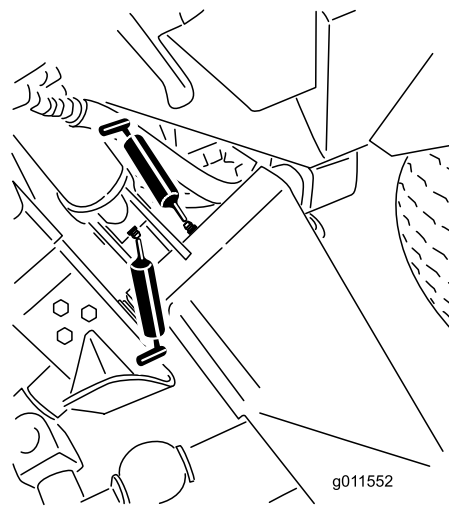
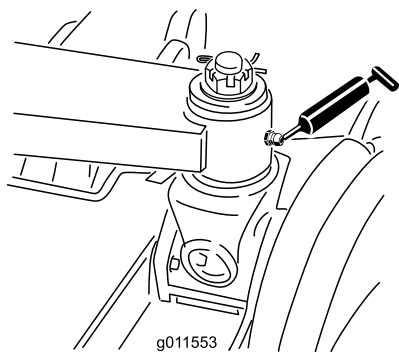

Figura 84
Figura 85
- Seis casquilhos do braço de elevação principal (Figura 84 e Figura 85)